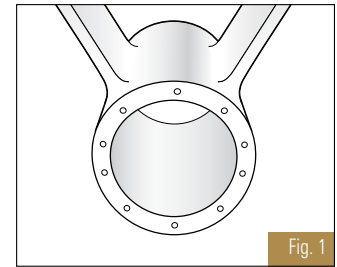

Fig. 1
2. **Compruebe que el alojamiento esté limpio.** (Fig. 1).